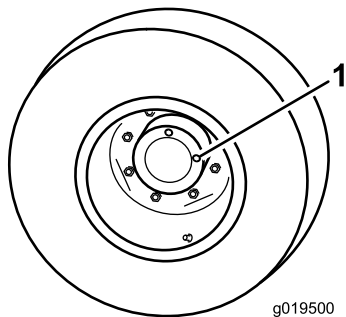

図 14
1. 水平な床面で、点検プラグ図 14の1つが時計の12時を指し、もうひとつが3時を指すようにマシンを駐車する。
2. 3時の位置にあるプラグを外す図 14。オイルが点検穴の下ふちまであれば適正である。